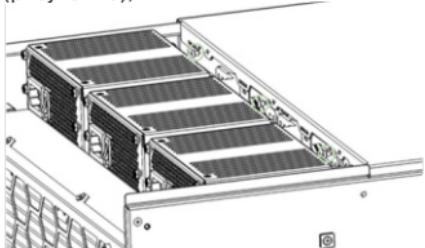

Рисунок 18 – Извлечение винтов фиксации нижней задней крышки с корпусом
– открутите шестигранным ключом s2 три винта M3 с полукруглой головкой, фиксирующих заднюю нижнюю крышку с корпусом (рисунок 18);